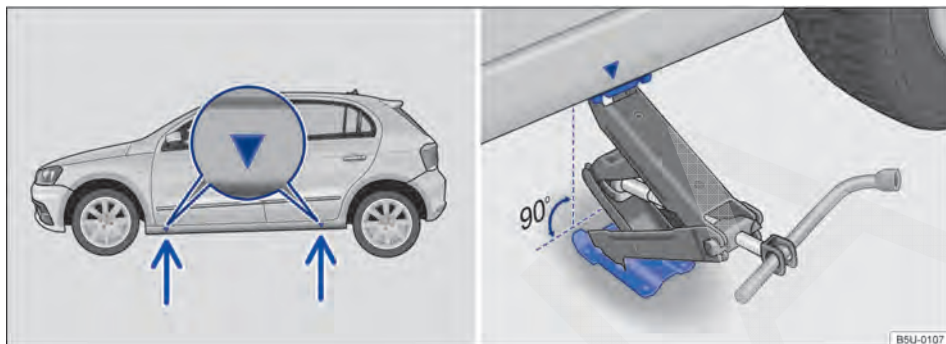
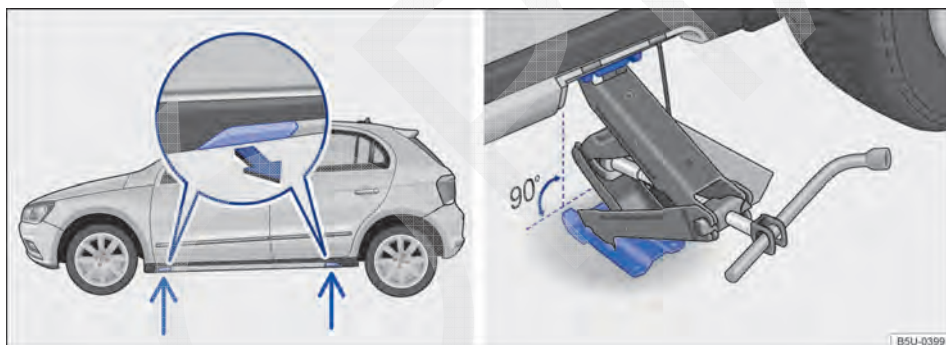

Fig. 140 Pontos de apoio do macaco e macaco posicionado no lado esquerdo traseiro do veículo.
Fig. 141 Pontos de apoio do macaco e macaco posicionado no lado esquerdo traseiro do veículo - veículos com soleiras externas (Novo Gol Track).
A figura → Fig. 140 e → Fig. 141 ilustram, como exemplo, os pontos de recepção do macaco do modelo Novo Gol 4 portas. O modelo Novo Gol 2 portas segue o mesmo conceito.
O macaco somente pode ser posicionado nos pontos de apoio indicados (marcação na carroceria) → Fig. 140 e → Fig. 141. É válido o ponto de apoio localizado próximo à roda correspondente → ⚠️.
7. Procurar sob o veículo o ponto de apoio do macaco → Fig. 140 e → Fig. 141, mais próximo da roda a ser trocada.
10. Garantir que a base do macaco, com toda sua superfície, esteja sobre o chão e que a base se encontre perpendicularmente abaixo do ponto de colocação → Fig. 140 e → Fig. 141.
11. Alinhar o macaco e, simultaneamente, levantar a garra do macaco até ela se encaixar na travessa abaixo do veículo → Fig. 140 e → Fig. 141.
- Posicionar o macaco somente nos pontos indicados. A garra do macaco deve se encaixar no perfil da longarina de forma segura → Fig. 140 e → Fig. 141.